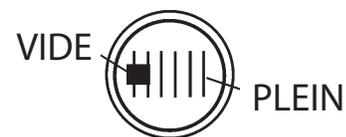

Figure 9. Jauge de carburant
3. Lire la jauge de carburant située sur le dessus du réservoir de carburant (Figure 9) pour savoir si le niveau de carburant est faible. Si c'est le cas, remplir avec du carburant sans plomb propre.